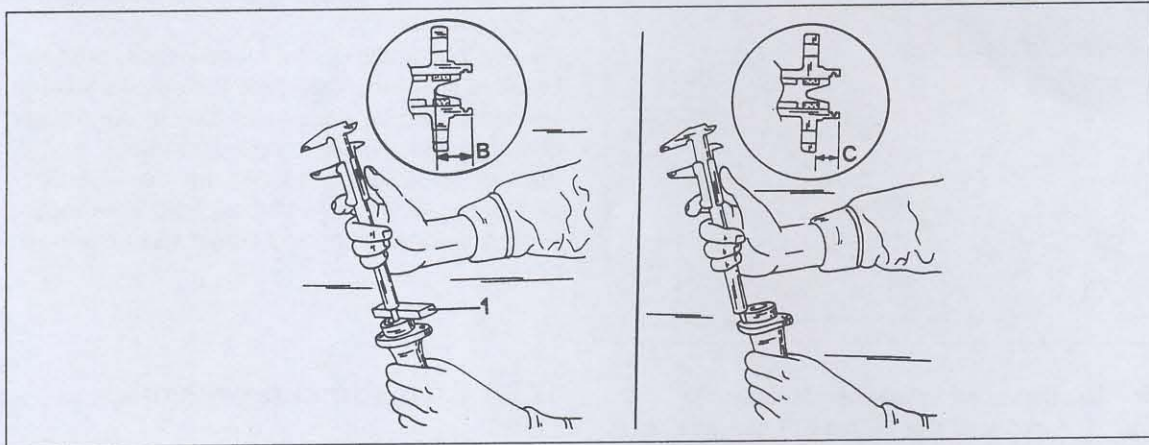

Bild 313
- Das plangeschliffene Stahlstück auf das Ende des Hauptbremszylinders auflegen, wie es auf der linken Seite von Bild 313 gezeigt ist und das Mass von der Kante des Gehäuses bis zum Innenanschlag im Kolben ausmessen. Da man dabei das verwendete Stahlstück ebenfalls misst, muss dessen Stärke vom erhaltenen Mass abgezogen werden. Das Mass als Mass "B" aufschreiben.
- Bei der nächsten Messung Bezug auf die rechte Ansicht von Bild 313 nehmen und den Abstand von der Kante des Gehäuses bis zum Anlageflansch des Zylinders ausmessen. Dieses Mass als Mass "C" aufschreiben.
- Aus den oben erhaltenen Massen "B", "C" und "D" wird jetzt das in Bild 313 gezeigte Mass "A" errechnet. Die Stösselstange des Bremskraftverstärkers nach Lockern der Kontermutter mit einer Zange verstellen, bis man auf ein Mass von 1,5 - 1,9 mm kommt. Auf keinen Fall darf das Spiel unter dem Mindestwert liegen, da die Bremsen andernfalls zum Schleifen neigen.